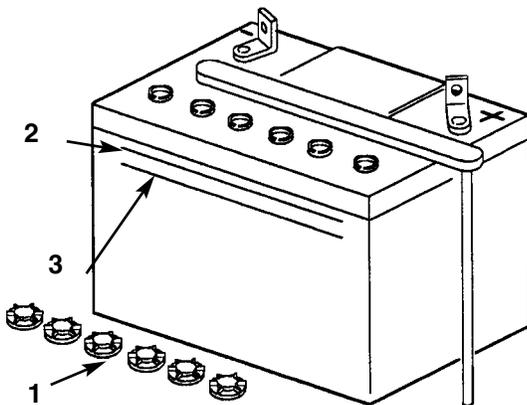

Bild 21
2. Die Seite der Batterie betrachten. Der Säurestand muß die obere Linie erreichen (Bild 21). Den Säurestand nicht unter die untere Linie fallen lassen (Bild 21).
2. Die Zellendeckel abschrauben (Bild 21).